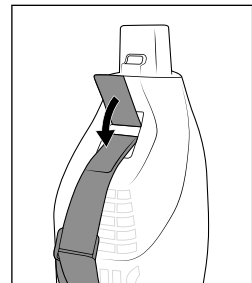

Bild 5
- ◆ För bärremmen **27** genom fästena **5/11** på motorenhetens **8** baksida och stäng kardborrknäppningen (se bild 5 och 6).